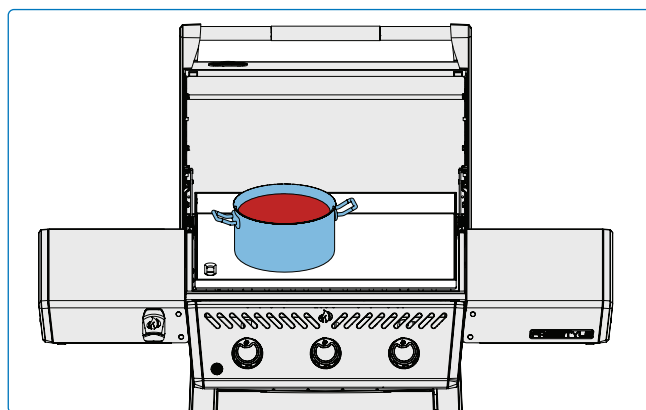

Fig. 10
- Brug planchaen til at smelte eller varme saucer. Stil gryder eller pander til side ved lav til medium varme. **(Fig. 10)**.